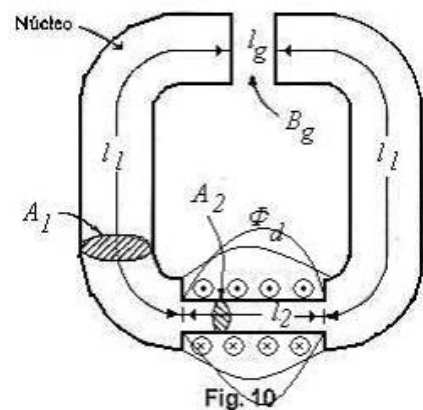
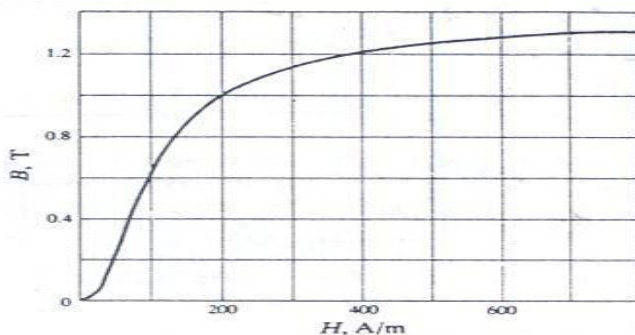

Fig. 10
Fig. 11
10.-Un circuito magnético compuesto en el que varía la sección transversal se muestra en la Fig.10; la porción de hierro tiene las características B-H de la Fig. 11. Datos  $N = 100$  vueltas;  $l_1 = 4l_2 = 40$  cm;  $A_1 = 2 A_2 = 10$  cm2;  $l_g = 2$  mm; flujo de dispersión  $\phi_1 = 0,01$  mWb. Calcúlese la corriente  $I$  necesaria para establecer una densidad de flujo en el entrehierro de 0,6 T.